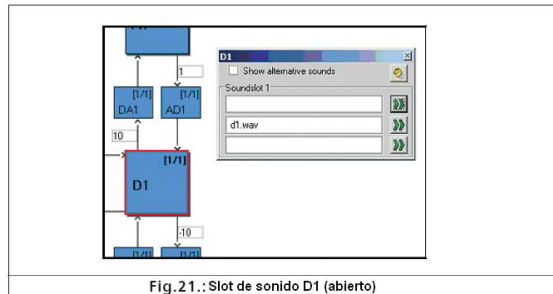

Fig.21.: Slot de sonido D1 (abierto)
- Una ventana automática se abre como se muestra en la Fig. 21.